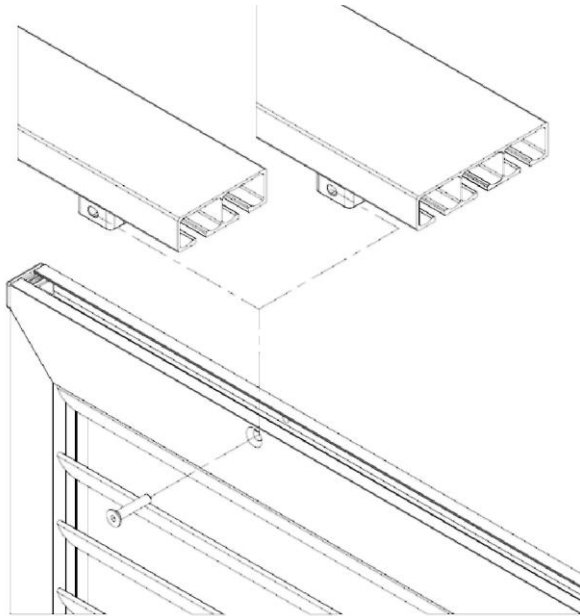

Abb. 7
7. Heben Sie den Rahmen an und schieben Sie die oberen Schlitten, durch den Zwischenraum, den die entfernte Kappe hinterlässt, in das obere Rahmenprofil. Richten Sie die Öffnung im Schlittenkörper mit der Öffnung im oberen Rahmen aus. Heben Sie den Rahmen leicht an und verbinden Sie ihn mit einem Bolzen M8x40 mit dem Schlittenkörper (Abb. 7). Wiederholen Sie den Vorgang für den zweiten Schlitten. Bringen Sie die Kappen an den Enden der oberen Rahmenprofile an. Hängen Sie analog dazu alle Slide-Rahmen auf.